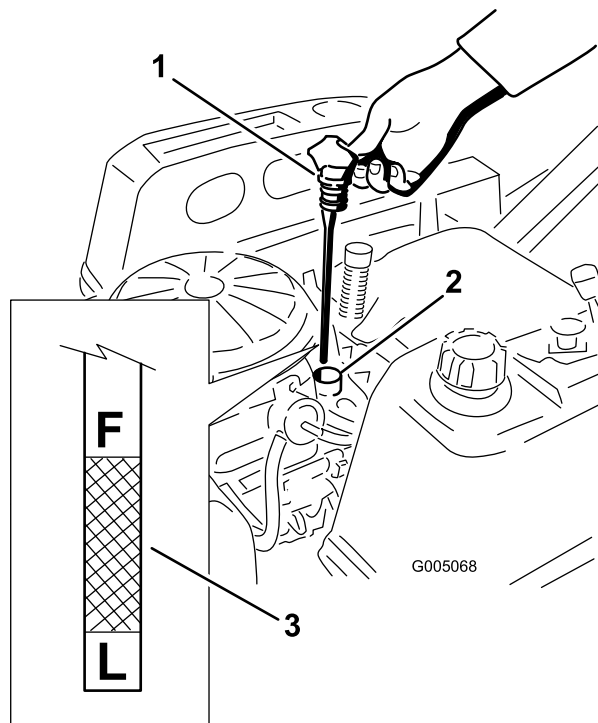
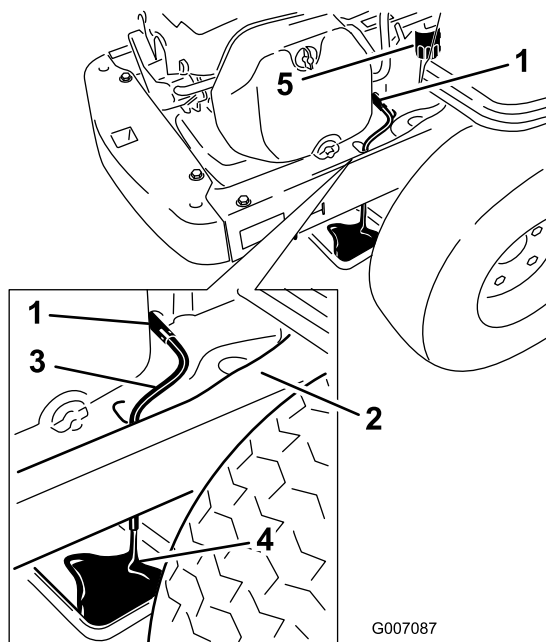

Bild 31
Bild 33
4. Ziehen Sie den Fülldeckel bzw. den Peilstab heraus und wischen Sie das Öl ab. Setzen Sie den Peilstab wieder ein und drücken Sie ihn richtig rein (Bild 31).
5. Nehmen Sie den Peilstab heraus und prüfen Sie den Ölstand (Bild 31).
7. Stellen Sie eine Wanne direkt unter das Ölwanne im Rahmen unter die Maschine, wie in Bild 33 dargestellt.
8. Drehen Sie das Ölwanne um eine Vierteldrehung nach links, um es zu öffnen, damit das Öl ablaufen kann (Bild 33). Nehmen Sie den Ölfüllstutzeckel/Peilstab ab (Bild 31).
10. Nehmen Sie den alten Filter heraus und wischen Sie das Befestigungspolster ab (Bild 33).
11. Schließen Sie das Ölwanne, sobald alles Öl abgelaufen ist. Entfernen Sie den Ölwanne und wischen Sie Ölreste vom Rahmen ab (Bild 33).
15. Gießen Sie ca. 80 % der angegebenen Ölmenge langsam in den Einfüllstutzen (Bild 31).
16. Stecken Sie den Ölfülldeckel und Peilstab wieder fest ein (Bild 31).
17. Prüfen Sie den Ölstand (Bild 31); siehe „Prüfen des Ölstands“.
19. Stecken Sie den Ölfülldeckel und Peilstab wieder fest ein (Bild 31).